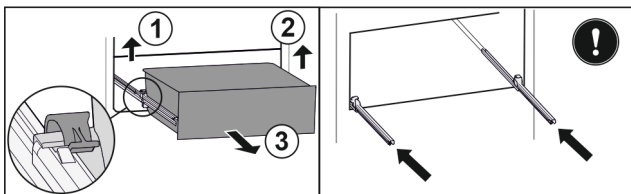

Fig. 121
- ▶ Emelje fel a bal oldali kapcsot, és ezzel egyszerre húzza előre felé a fiók bal oldalát. Fig. 121 (1)
- ▶ Emelje fel a jobb oldali kapcsot, és ezzel egyszerre húzza előre felé a fiók jobb oldalát. Fig. 121 (2)
- ▶ Vegye ki a fiókot előre felé. Fig. 121 (3)